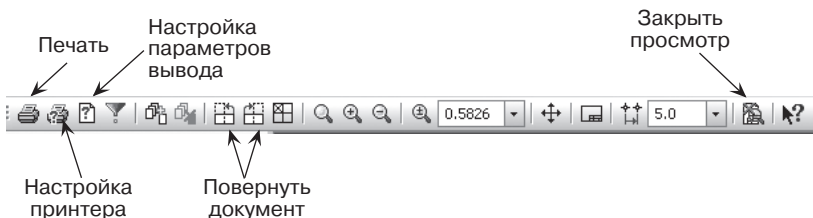

Рис. 361
- включите кнопку  – **Просмотр для печати** панель инструментов **Стандартная**. После этого изменится внешний вид экрана, включая содержимое панели **Управления** (рис. 361). В режиме предварительного просмотра документы недоступны для редактирования.